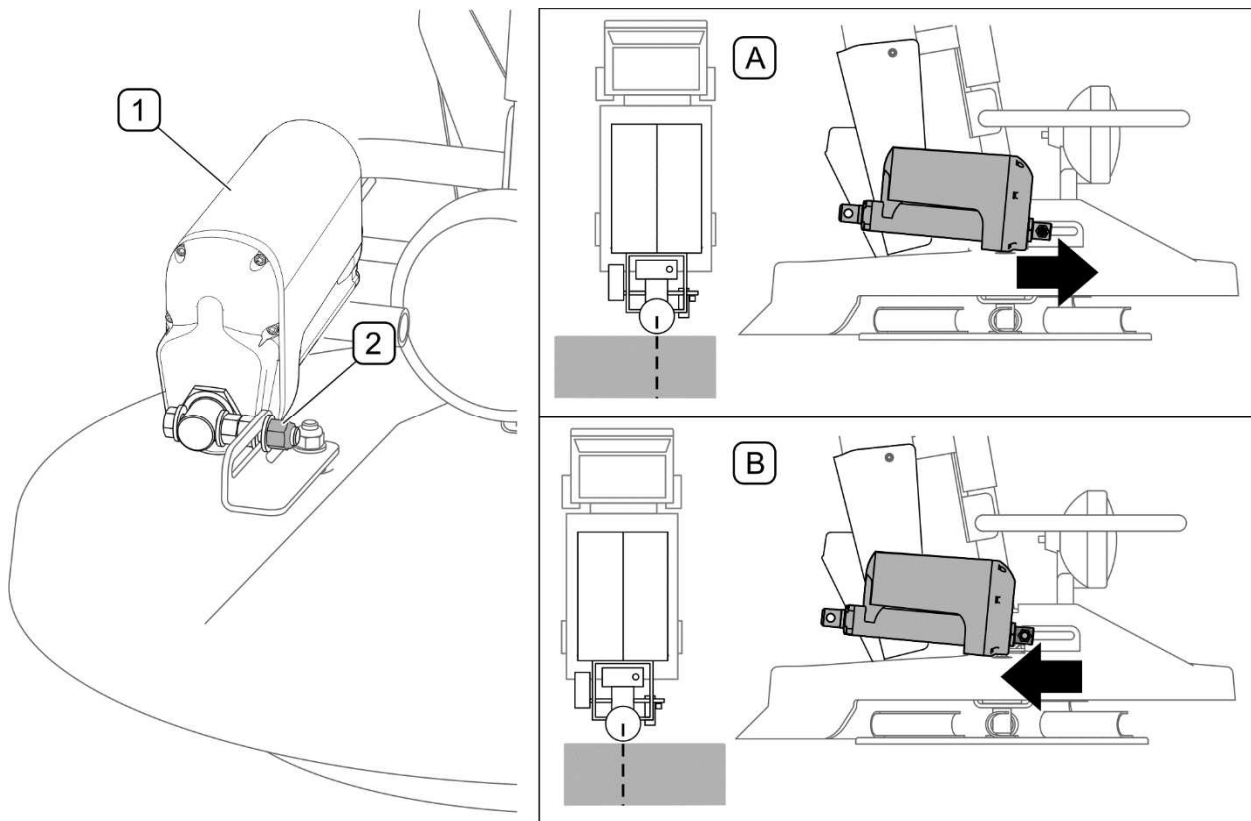

РИСУНОК 5.13 Регулировка разбрасывающего механизма
(1) - привод регулировки направления разбрасывания; (2) - гайка; (A) - разброс слишком смещен влево, (B) - разброс слишком смещен вправо.
Приступая к регулировке разбрасывающего механизма, необходимо установить на пульте управления симметричный разброс на ширину 4 м. Включить разбрасывание и проехать небольшой отрезок с постоянной скоростью. Остановить транспортное средство и проверить результат разбрасывания. Если разброс с левой и с правой стороны неодинаковый, то необходимо отрегулировать привод (1) направления разбрасывания (РИСУНОК 5.13) следующим способом:
- Ослабить гайку (2).
- Передвинуть привод (1) вперед, если разброс слишком смещен влево (A).
- Передвинуть привод (1) назад, если разброс слишком смещен вправо (B).
- Затянуть гайку (2), выполнить пробное разбрасывание и в случае необходимости повторить регулировку.